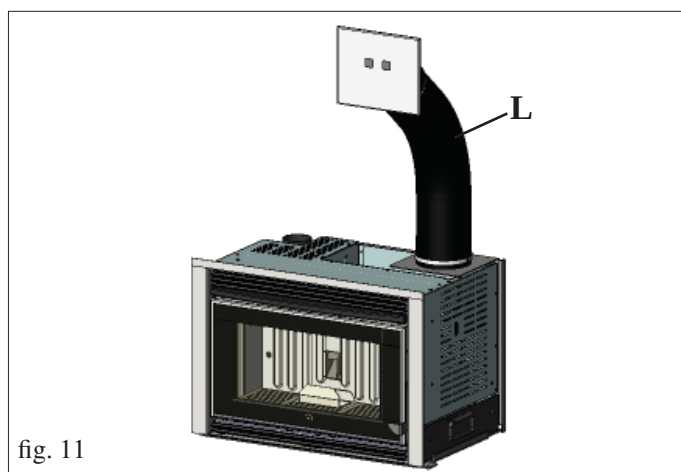

fig. 11
- Pour l'installation de la bouche de chargement (L - fig. 11), voir les pages suivantes.